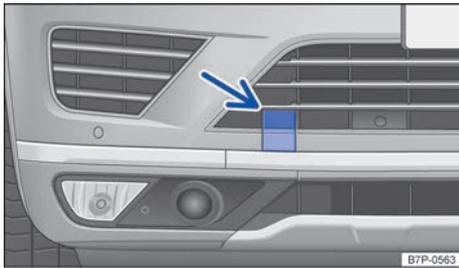

Fig. 289 En el lado derecho del paragolpes delantero: tapa del alojamiento de la argolla de remolque.
- Presione sobre el borde de la tapa que mira hacia el lado exterior del vehículo con algo de fuerza → **fig. 289** (flecha) hasta que la tapa salte un poco hacia fuera. En caso necesario, aplique el destornillador de las herramientas de a bordo en el lado opuesto de la tapa.